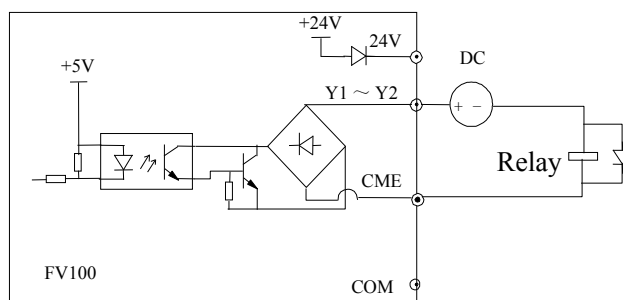

Рис. 4-14 Подключение многофункционального выхода с внешним источником тока .
2. Для многофункциональных выходов Y1, Y2 может использоваться внешний источник тока 24 В, подключение согласно Рис. 4-14.